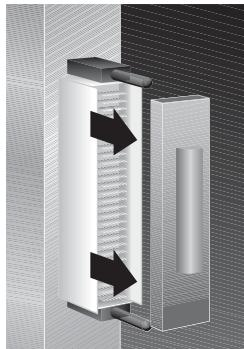

図 1. ピンカバーの削除
1. Pass-Through Module の裏にあるコネクタピンのピンカバーを削除します、以下のように図 1、ピンカバーの削除